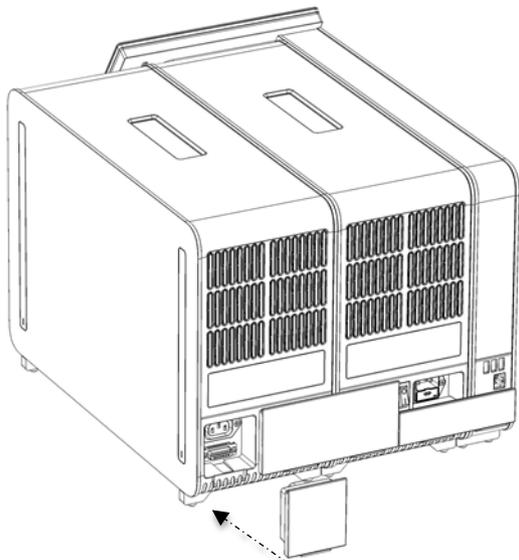

Figure 19. Connexion du pont de fin.
7. Connectez le pont de fin à l'arrière du module analytique (Figure 19).